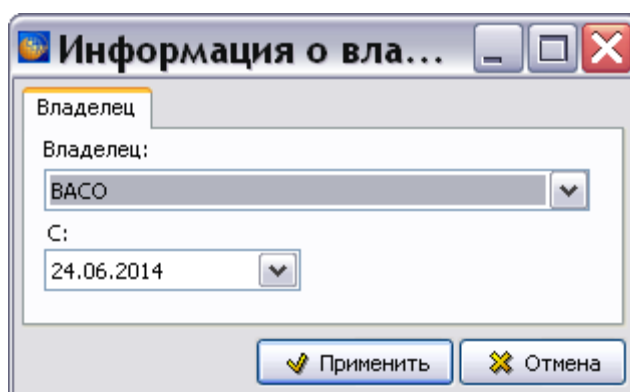

Рис. 22.27
3. Для ввода владельца экземпляра изделия нажмите на кнопку Сменить/Задать справа от поля **Владелец**. В окне **Информация о владельце** выберите из выпадающего списка название организации и нажмите на кнопку **Применить** (Рис. 22.27). Если ввод владельца недоступен, то нужно ввести название организации в список клиентов. Для этого выйдите из редактора справочников, нажмите на кнопку **Список клиентов**  и добавьте название организации.